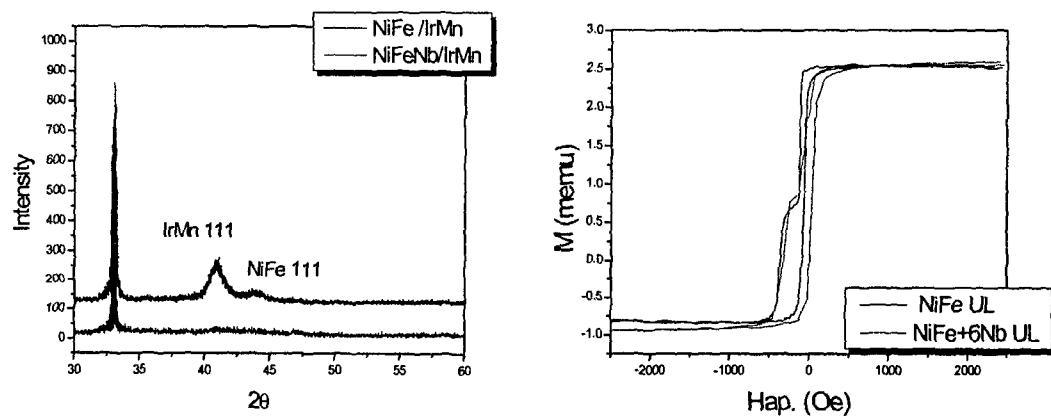

Fig.2. (a) XRD peak Ta(5nm)/UL(80nm)/IrMn(20nm) (b) hysteresis loop of bottom electrode Ta(5nm)/UL(80nm)/IrMn(20nm)/CoFe(4nm)
Tunnel junction의 각 layer를 flat하게 하기 위하여 IrMn의 underlayer (UL)로 쓰이는 NiFe에 Nb를 첨가하여 grain size를 줄였다. Junction의 각 layer는 매우 얇은 두께를 가지므로, 각 층의 grain size와 texture는 UL의 영향을 받는다. 연구 결과에 의하면 IrMn의 grain size가 줄어들면 exchange bias가 감소하므로 TMR에 유리하지 못하다. 따라서 Nb첨가에 따른 exchange bias 측정을 위하여 bottom electrode만을 증착하여 자기적 특성을 분석 하여 결과를 Fig.2에 나타내었다. NiFe UL을 이용한 경우 IrMn의 Xray peak intensity가 NiFe+Nb UL의 경우보다 현저히 높으나 exchange bias는 두 경우 모두 as-deposit 상태에서 ~250Oe 정도로 높은 값을 나타내었다. 이 결과로부터 tunnel junction에서 NiFe+Nb를 IrMn의 UL과 freilayer로 이용하였다. 제작된 junction은 as-deposit 상태에서 MR ~ 25% 수백 k m²을 나타내었으며 250°C 열처리 후에 MR ~35%까지 증가하였다.